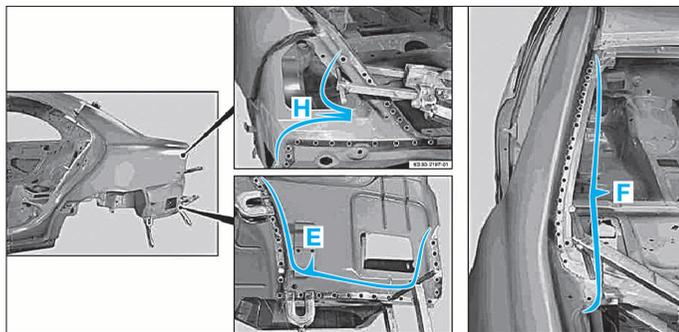

FIG. 84
- Souder à la pointeuse électrique par résistance par points les zones (E), (F) et (H) (Fig.84).